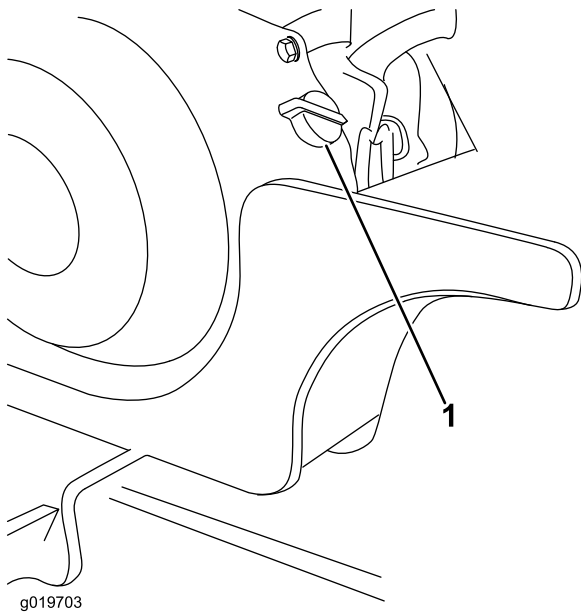

Figure 12
1. Placez la commande du moteur en position MARCHE (Figure 12).